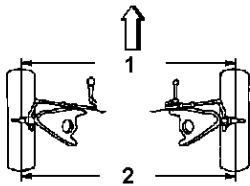

Ilustración 9: Identificación de convergencia
- **Convergencia:** cuando la distancia entre la líneas centrales de las llantas delanteras (1) es más corta que la distancia entre las líneas centrales de las llantas traseras (2) Vea la Ilustración 9.
- **Divergencia:** cuando la distancia entre la líneas centrales de las llantas traseras (2), es más corta que la distancia entre las líneas centrales de las llantas delanteras (1) Vea la Ilustración 9.